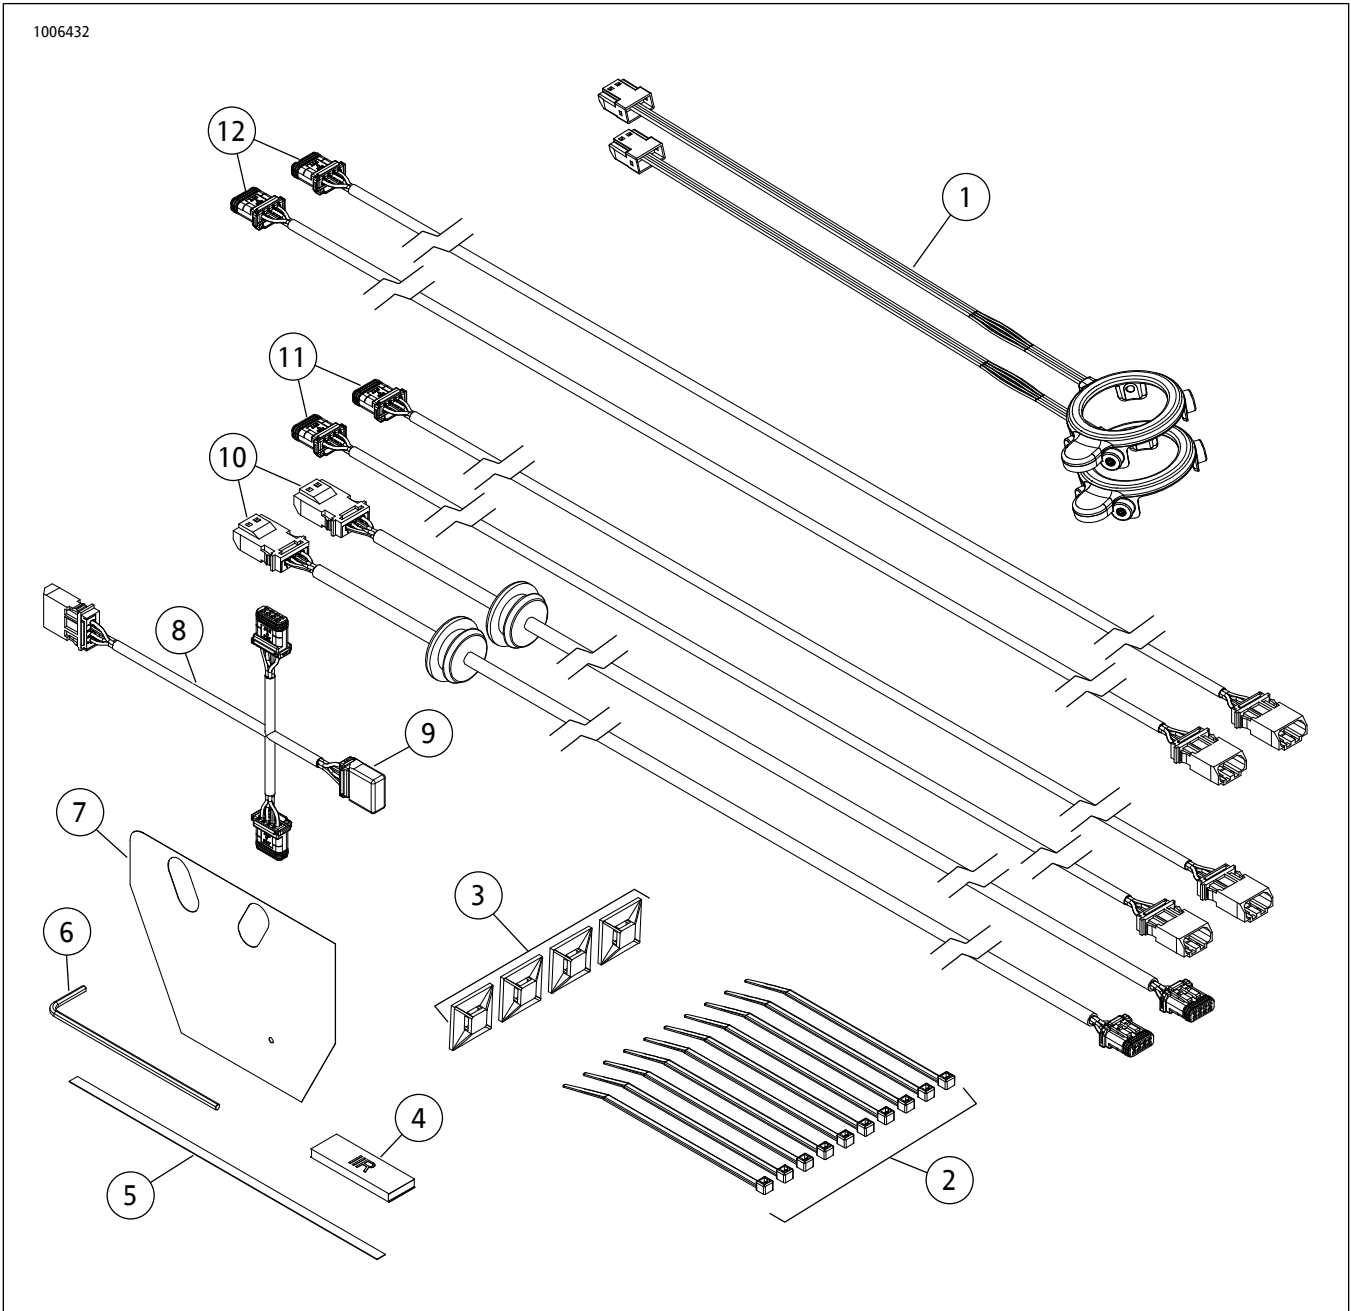

图31。维修零件：Stage I扬声器R/G/B/LED灯套件
参见图 31。和表1。连接48英寸 LED R/G/B控制器线束 (12)，并朝向边箱布线。将3路线束(8)连接至扬声器接头。
参见图31。和表1。从线束(10)阳性连接器端头将套环滑动约15厘米(6英寸)。
参见图31。和表1。连接48英寸LED R/G/B控制器线束(12)，并朝向车身扬声器布设。将3路线束(8)连接至扬声器接头。